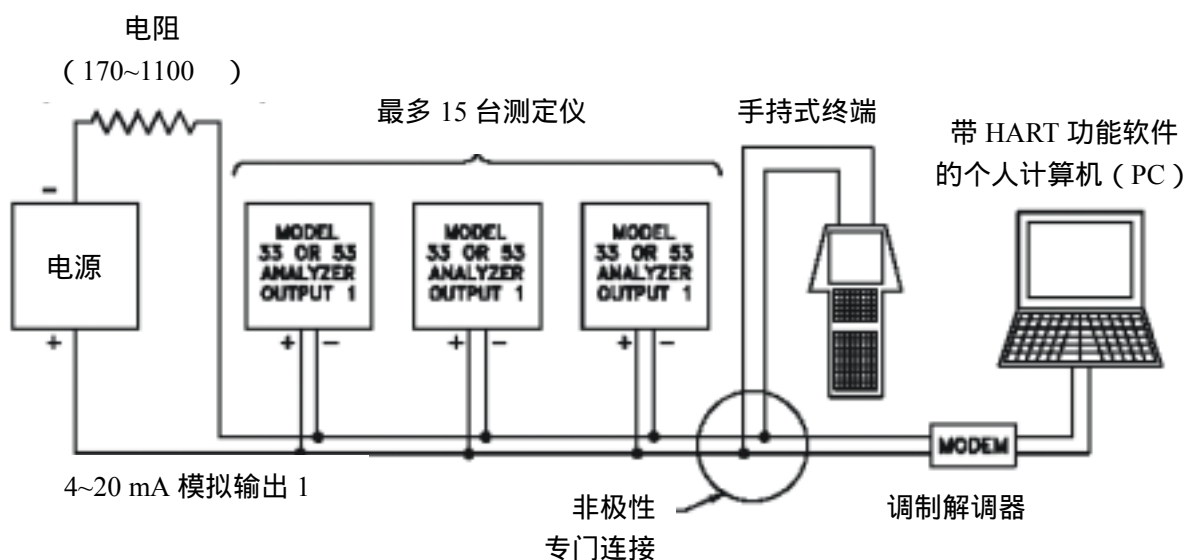

图 3-4 HART 多点模式接线图 (用于多台测定仪网络)
2. 参见图 3-4 并行连接每台测定仪的 4~20 mA 模拟输出 1 信号到一根电缆上, 如图所示匹配极性。